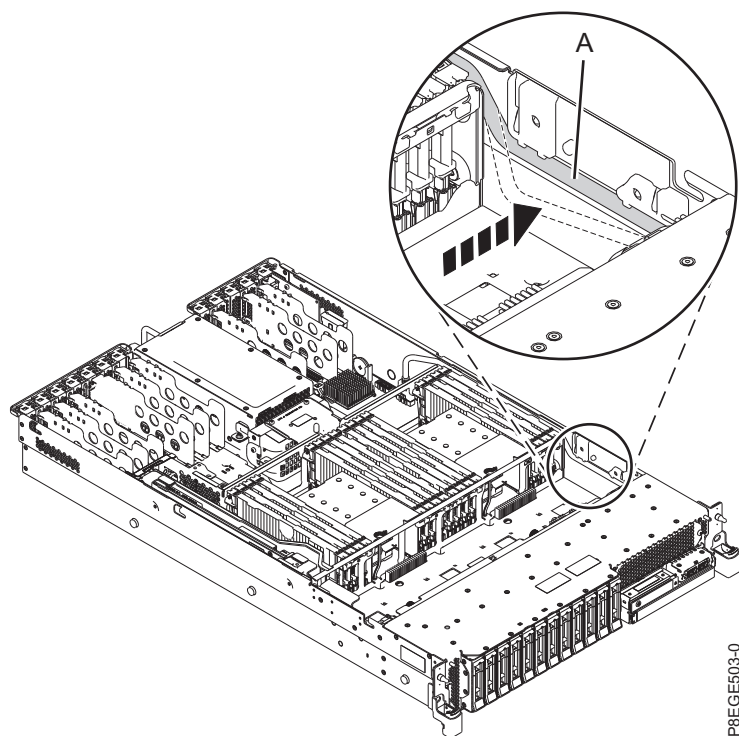

図 5. 前面 USB ケーブルのケーブル・チャンネルへの取り付け
5. 図 5 に示すように、前面 USB ケーブル (A) をケーブル・チャンネルに押し込みます。